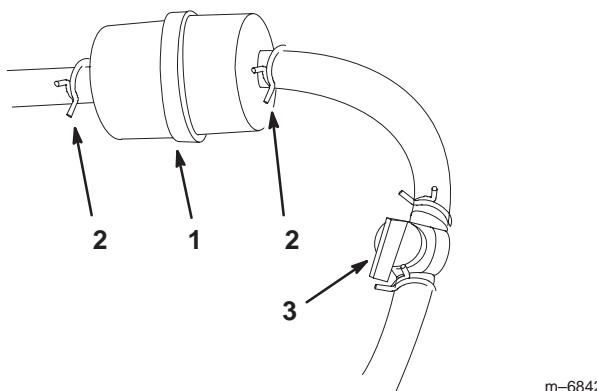

Figure 45
4. Fermez le robinet d'arrivée de carburant (Fig. 45).
5. Pincez les extrémités des colliers et faites glisser ceux-ci pour les éloigner du filtre (Fig. 45).
9. Ouvrez le robinet d'arrivée de carburant (Fig. 45).